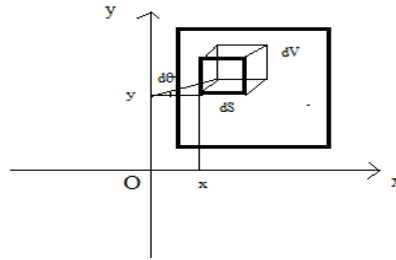

Figure III.12
Soit (S) une surface homogène de masse  $m_s$  située dans un plan (O, x, y) et ne coupe pas les axes (Ox, Oy) Figure III.12. La rotation de (s) autour de l'axe (Oy) engendre un volume ( $V_y$ ) et la rotation de (S) autour de l'axe (Ox) engendre un volume ( $V_x$ ).